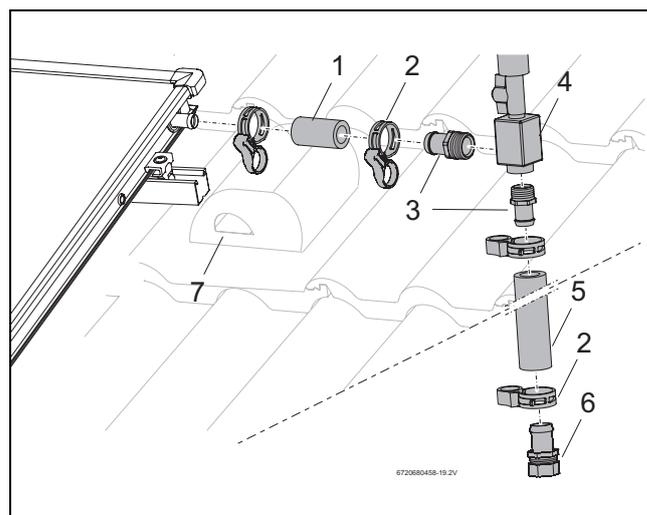

Fig. 52 Montaggio del disaeratore sopra tetto
- ▶ Inserire il tubo di gomma per solare (55 mm, fig. 52, [1]) sull'attacco di mandata del campo di collettori e fissarlo ermeticamente bene con la fascetta stringitubo.
- ▶ Avvitare il portagomma R^{3/4} con o-ring (fig. 52, [3]) nel separatore d'aria (fig. 52, [4]).
- ▶ Spingere il portagomma (fig. 52, [3]) nel tubo di gomma per solare (fig. 52, [1] e [5]) fino all'arresto e fissarlo con la fascetta stringitubo (fig. 52, [2]).
- ▶ Spingere il tubo di gomma per solare sul portagomma (fig. 52, [6]) con sistema di serraggio con anello fino all'arresto e fissarlo con la fascetta stringitubo.
- ▶ Far passare il tubo di gomma per solare insieme al cavo della sonda attraverso la tegola di ventilazione (fig. 52, [7]) e attraverso l'isolamento del tetto.
- ▶ Collegare la tubazione di mandata al portagomma con sistema di serraggio con anello (18 mm) (fig. 52, [6]).